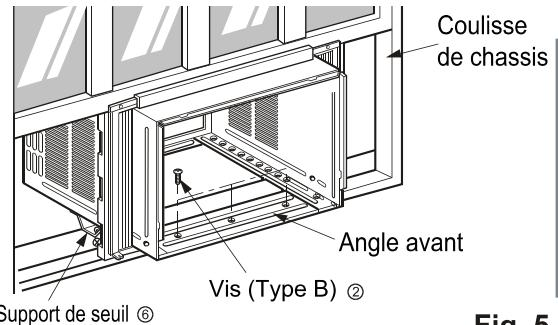

Fig. 5
5. Insérer les guides du cadre dans la base du coffrage, la partie frontale du cadre devant être face à la partie frontale de celui-ci (Fig 5)
6. Insérez les volets d'étanchéité dans le rail de guidage supérieur et dans les dispositifs de guidage du cadre. (Fig 5)
7. Fixez les volets d'étanchéité à l'appareil à l'aide de quatre vis de type A . (Fig 5)
6. Installez le boîtier avec une inclinaison d'environ 1/2" (1,27 cm) vers l'extérieur (Voyez la fig. 5). Réglez l'écrou et le boulon des supports de seuil ⑥ de manière à équilibrer le boîtier.
7. Fixez le boîtier au rebord de fenêtre à l'aide de vis de type B ② (16 mm [5/8"] de long) passant à travers de l'angle avant du boîtier et se logeant dans le rebord de fenêtre.
8. Tirez chaque volet d'étanchéité ③ entièrement contre chaque coulisse de châssis et répétez l'étape 2. (Fig. 5)